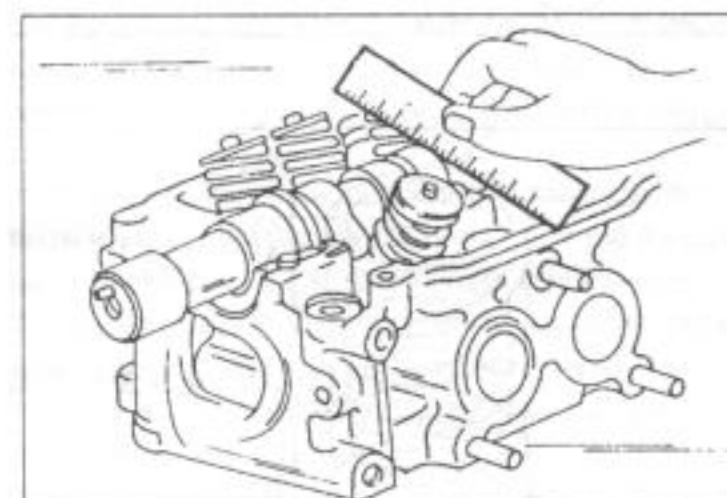

Рис. 57.
- Замерять шаблоном в самом широком месте ширину прижатой пластмассовой полоски, как это показано на рис. 57. Измерение у всех двигателей осуществляется одинаково. Это обеспечивает наименьший зазор у подшипников. В случае, если зазор более 0,15 мм или 0,10 мм у дизельного двигателя, головка блока цилиндров и (или) распределительный вал должны быть заменены, чтобы зазор опять вернуть до величины, которая находится внутри ряда значений отдельных подшипников. У стандартных двигателей зазоры для переднего, трех средних и заднего подшипников отличаются. У DOHC-двигателя или дизельного зазор всех цапф подшипников, в случае необходимости, одинаковый (см. таблицы параметров и габаритных размеров).